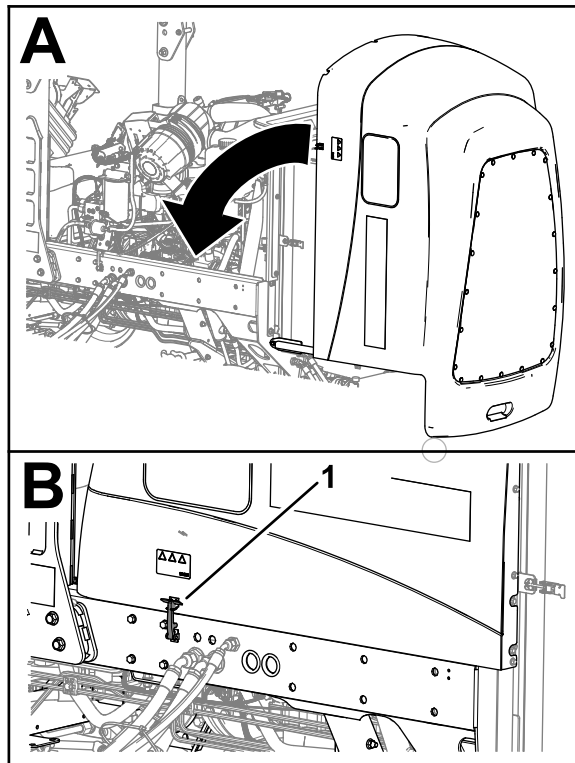

Figure 59
1. Refermez le capot avec précaution (Figure 59).